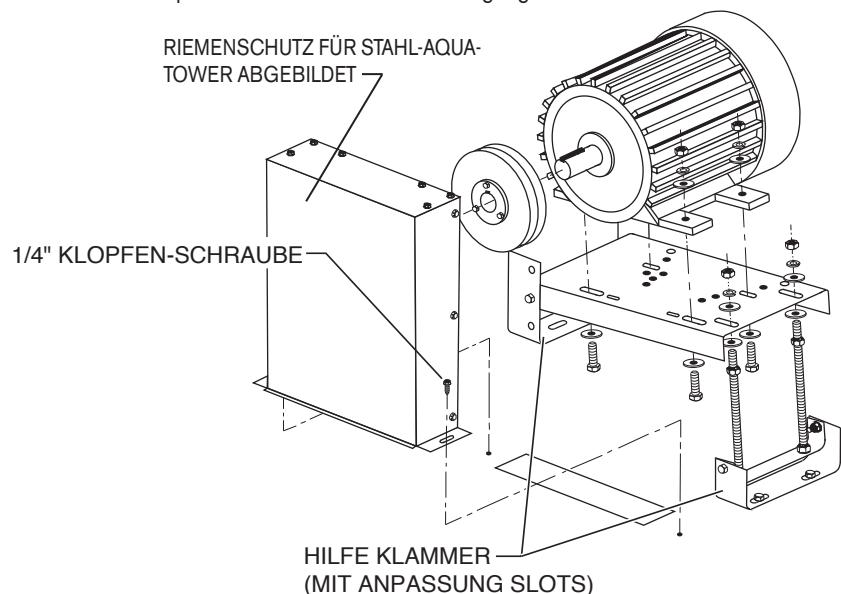
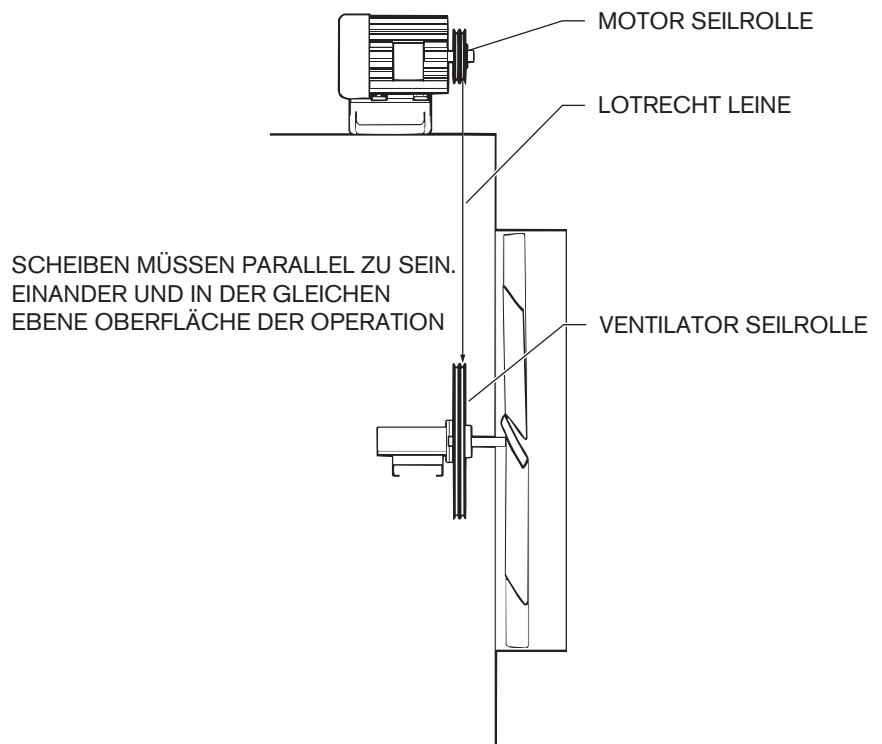
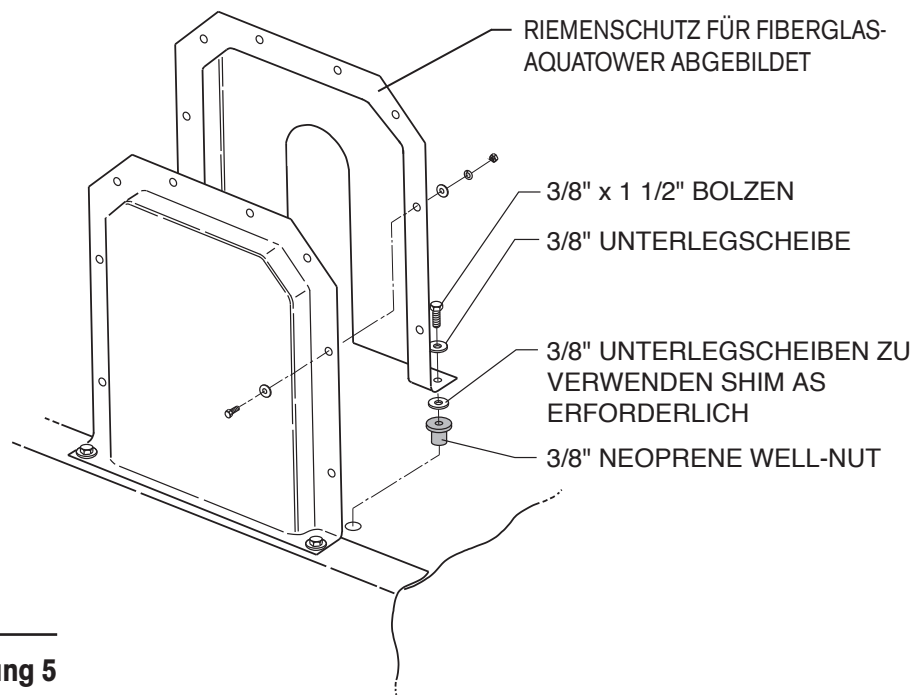

Abbildung 3
Abbildung 4
Abbildung 5
5. Installieren Sie die Motor-Scheibe und richten Sie sie mit der Ventilatorscheibe aus. Die Halterungen des Motors sind mit Schlitzen ausgestattet, um die Ausrichtung zu erleichtern. Siehe Abbildung 3. Eine Richtschnur ist bei der Ausrichtung der Scheiben hilfreich. Siehe Abbildung 4.
8. Installieren Sie den Riemenschutz für Stahltürme wie in Abbildung 3 und für Fiberglas-Türme wie in Abbildung 5 gezeigt.